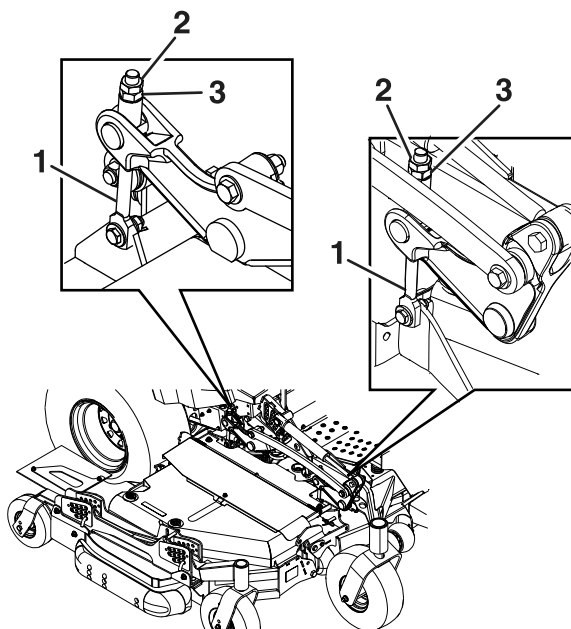

Figura 75
Afloje las contratueras de la parte superior de cada pletina de ajuste de la carcasa. Gire la tuerca de ajuste del conjunto de elevación de la carcasa delantera para obtener la altura correcta para las puntas delanteras de las cuchillas izquierda y derecha de la carcasa central (Figura 75).
5. Si los 4 mecanismos de ajuste de la carcasa (Figura 75) no tienen holgura suficiente para lograr la altura de corte precisa con la inclinación necesaria, puede utilizarse el sistema de ajuste de un solo punto.
6. Para ajustar el sistema de un solo punto, primero afloje los pernos de montaje delantero y trasero de la placa de altura de corte (Figura 75)